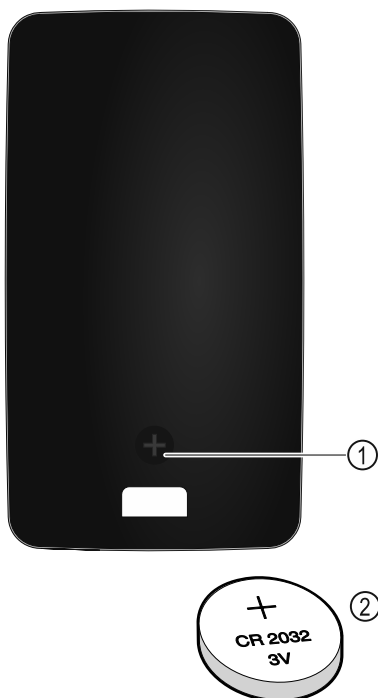

Fig. 260
Nuotolinio valdymo pultui elektros srovė tiekama iš CR 2032 tipo 3V baterijos Fig. 260 (2), kurią galima įsigyti specializuotos prekybos vietose.
- Išsukite varžtą Fig. 260 (1) galinėje nuotolinio valdymo pulto pusėje.